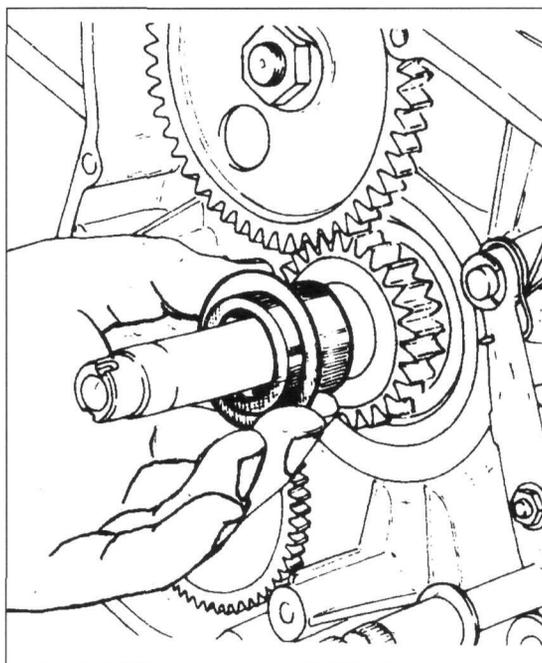
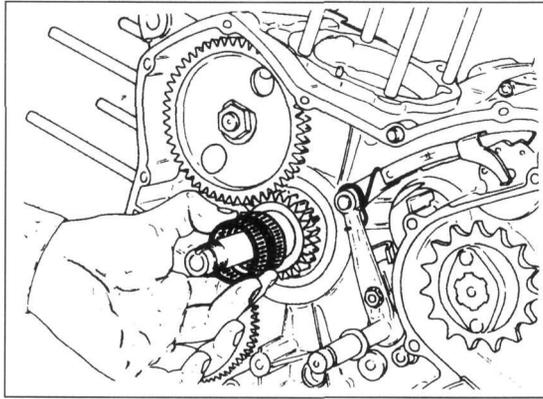

Bild 80
Bild 81
- Distanzhülse und Scheibe geölt auf Kurbelstumpf aufsetzen (Bild 80). Es folgen (gut geölt) zwei Lagerkäfige (Bild 81).